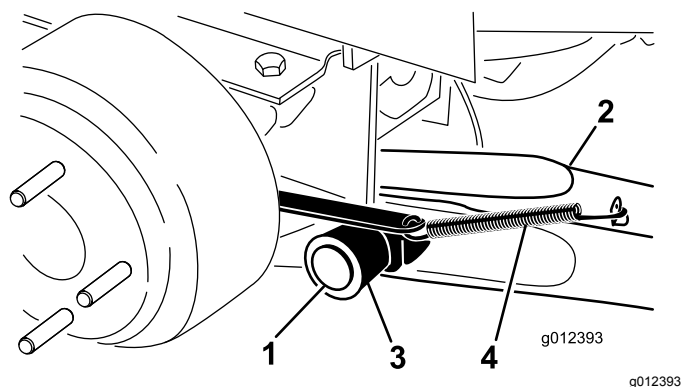

Figura 4
(Figura 4). Montate il braccio di sollevamento con la parte piegata collocata verso l'esterno.
7. Agganciate la molla di ritorno del freno alla linguetta presente sul braccio di sollevamento (Figura 4).